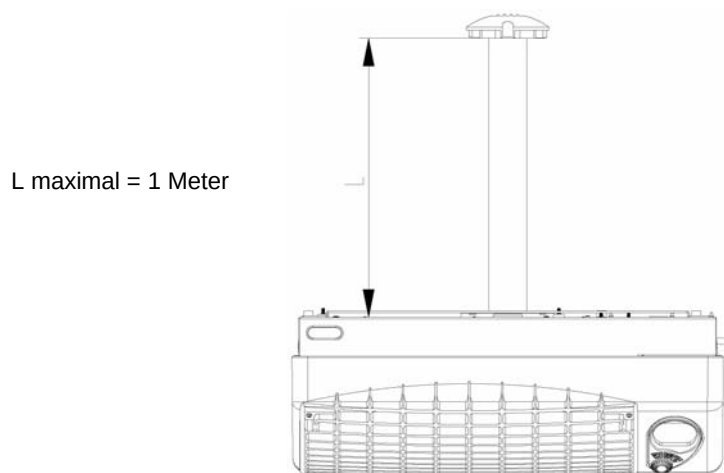

Abbildung 3 – Installation mit Koaxialrohren
- Mit Koaxialrohren, mit Austritt an der Installationswand (maximale Rohrlänge 1 Meter) (siehe Abbildung 3).